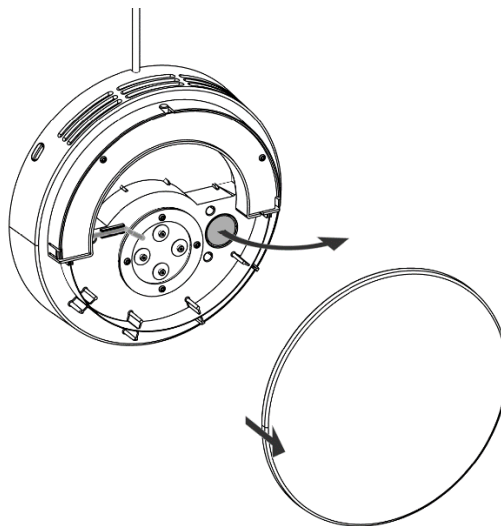

Abbildung 9 - Plastikbeutel zum Abdichten
2. Die innere Abdeckung abnehmen und den Plastikbeutel herausnehmen, der zusammengerollt in dem kleinen Loch auf der rechten Seite steckt, siehe nachstehende Abbildung 9 unten.